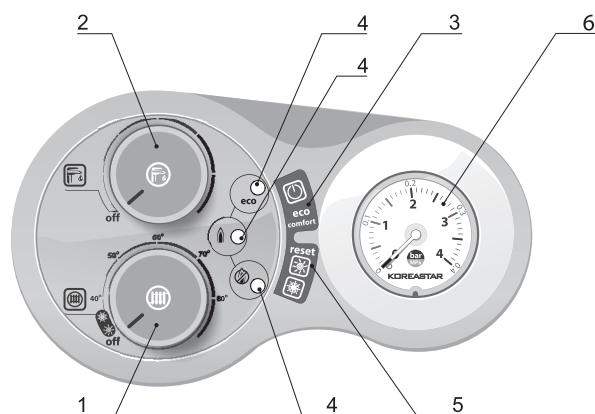

Рис. 2. Общий вид панели управления
Если на панели управления отобразится ошибка (см. разд. 5.1), нажмите кнопку RESET («Сброс») (см. рис. 2 поз. 5). В следующие 30 секунд система повторит цикл розжига.
- Поверните на минимум обе ручки (см. рис. 2, поз. 1 и 2).
- Нажмите и удерживайте в течение 5 секунд кнопку выключения котла (см. рис. 2 поз. 3);
С помощью ручки регулировки ОВ (см. рис. 2, поз. 1) можно изменить температуру с минимальной 30 °С до максимальной 85 °С.
С помощью ручки регулировки ГВС (см. рис. 2, поз. 2) можно изменить температуру с минимальной 35 °С до максимальной 55 °С.
В зависимости от положения ручек регулировки ОВ и ГВС (см. рис. 2, поз. 1 и 2) можно выключить котёл, переключить режимы Зима/Лето или отключить ГВС.
Давление в системе ОВ контролируется по показаниям манометра, расположенного на передней панели котла (см. рис. 2, поз. 6).